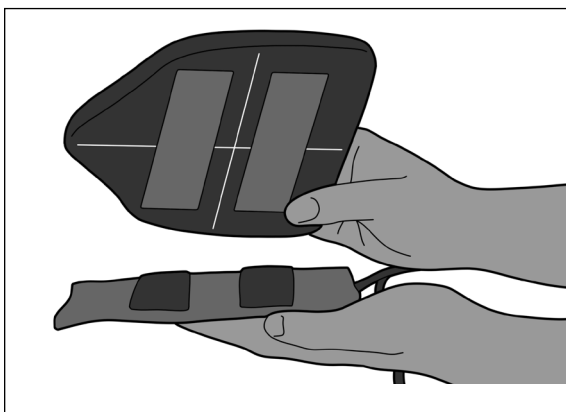

Fig. 1
1. Se till att paddeln är korrekt inriktad för att fästas vid blåsan (Fig. 1). Rikta in kardborrebandet.